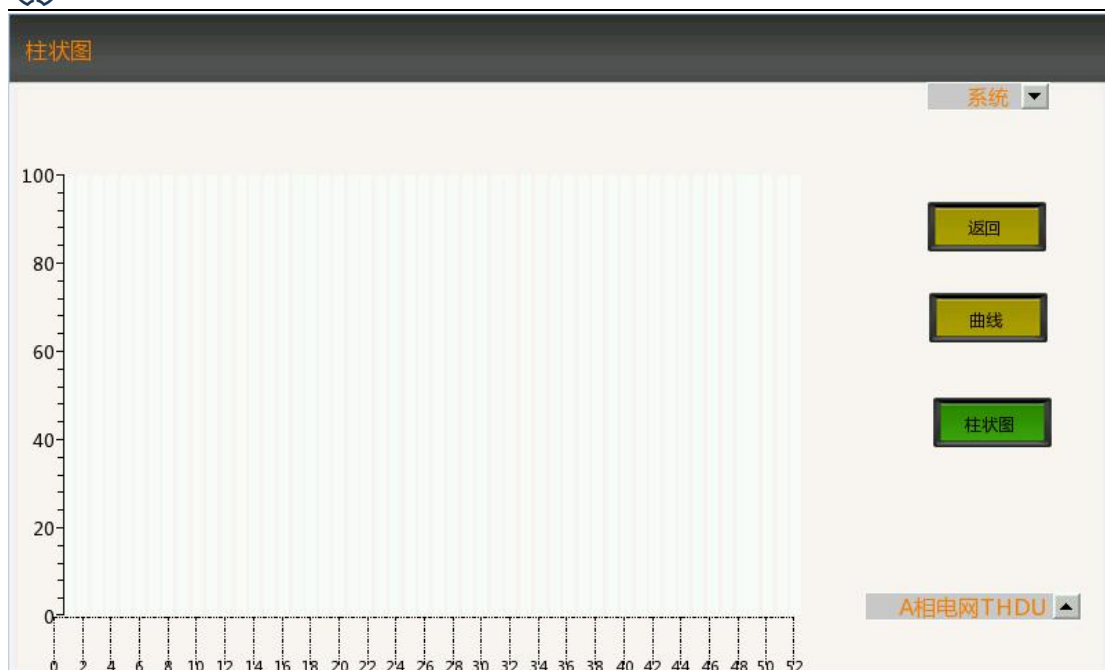

图 4-1 实时信息谐波分析
3、在参数设置界面点击“谐波设置”,进入补偿谐波设置界面,根据实时信息中“谐波分析”界面数据(图 4-1),选择对 2~50 次范围内的谐波进行补偿设定。